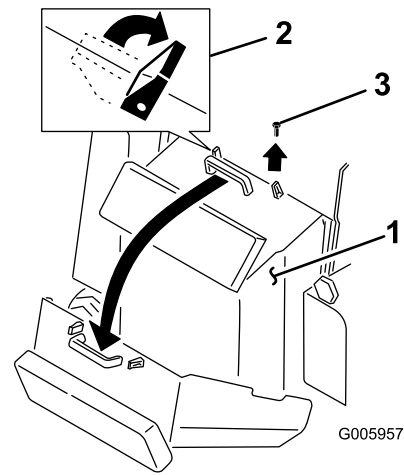

図 25
3. 右ロッキングタブの隣のボルトを外す（図 25）。
4. ハンドルを握り、カバーを持ち上げて後方に開く（図 25）。
2. 後アクセスカバーの上部についているロッキングタブ（2枚）を開放する（図 25）。